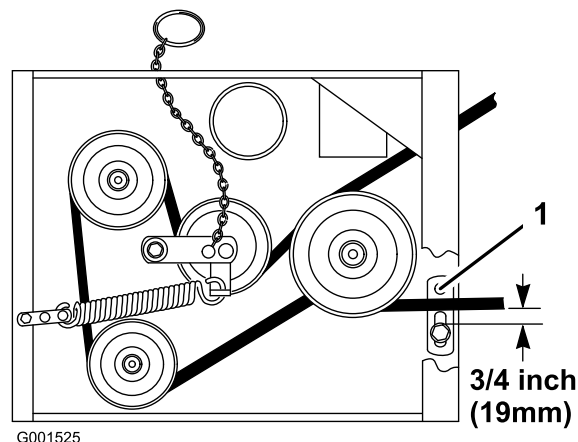

Figura 55
- Compruebe que la guía de la correa, situada debajo del bastidor del motor, está ajustada correctamente (Figura 55).
Nota: La distancia entre la guía de la correa y la correa del cortacésped debe ser de 19 mm (3/4 pulg.) cuando la correa del cortacésped está engranada (Figura 55). Ajuste la correa del cortacésped si es necesario. La correa no debe rozar ni salirse de la polea si las guías y la tensión de la correa están correctamente ajustadas.